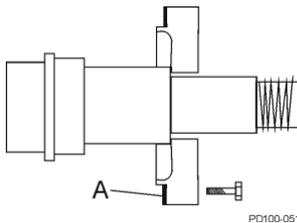

Abbildung 43 - Entfernen des Dichtmittels von der Aufnahme
- Entfernen Sie das Silikon-Dichtmittel (Abbildung 43, Pos. A) von Lageraufnahme und Getriebegehäuse.